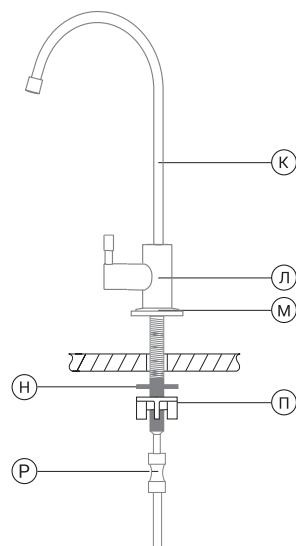

Рис. 17
2. Произведите монтаж крана (рис. 17) в следующей последовательности:
4. Фитинг 1/4" вместе с установленной в него трубкой подключите к штоку крана чистой воды (см. раздел «Присоединение трубок» и рис. 17).